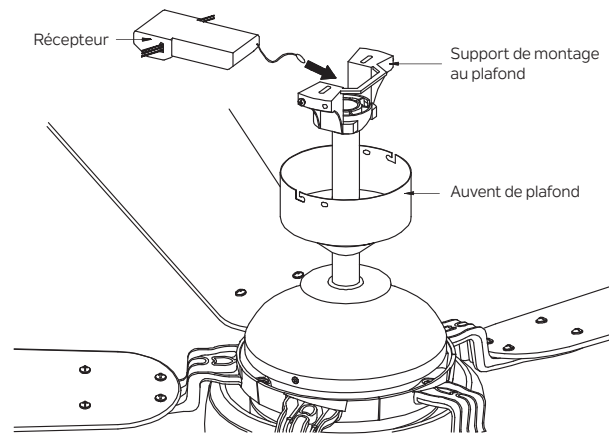

Fig. 15
**Étape 1.** Une fois la connexion établie, le récepteur s'insère dans le support de suspension de la tige de suspension. L'auvent se lève pour couvrir le récepteur et le support. (Fig. 15)